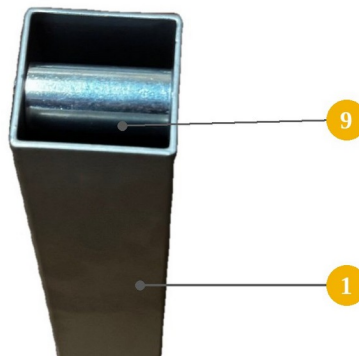
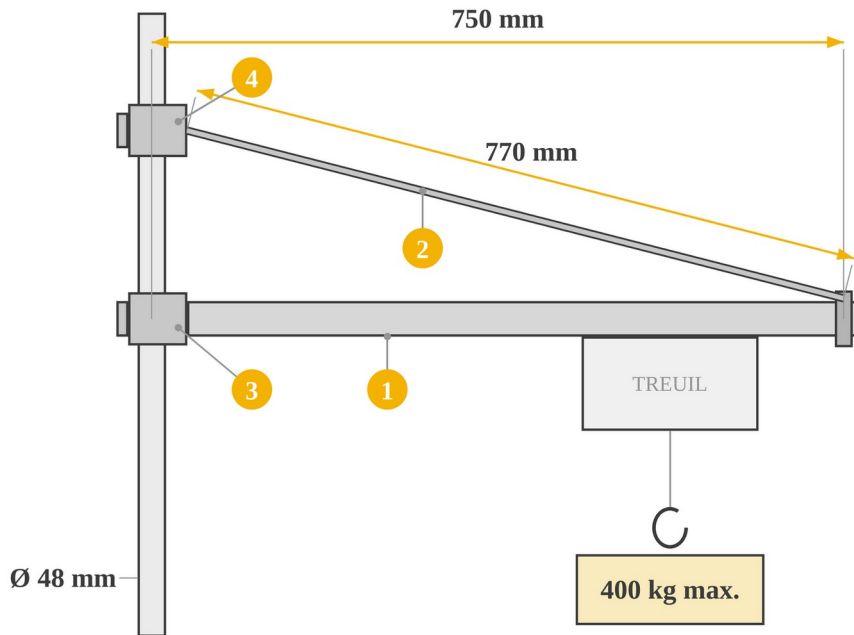

FIG. 3 — Douille entretoise (9) placée dans la flèche (1)
FIG. 6 — Schéma de montage et cotes
MONTAGE ET INSTALLATION (FIG. 3 À FIG. 6)
- 1) Introduisez la douille entretoise (9) dans l'extrémité libre de la flèche (1) et alignez-la avec ses perçages (Fig. 3). La douille empêche le tube de s'écraser lors du serrage du boulon d'assemblage.
- 8) Vérifiez que la flèche est de niveau (Fig. 6) ; sinon, corrigez la hauteur du support supérieur. Serrez ensuite fermement et de manière égale tous les écrous des étriers, de sorte que les mâchoires dentées soient bien plaquées contre le tube et que les supports ne puissent ni glisser ni tourner.